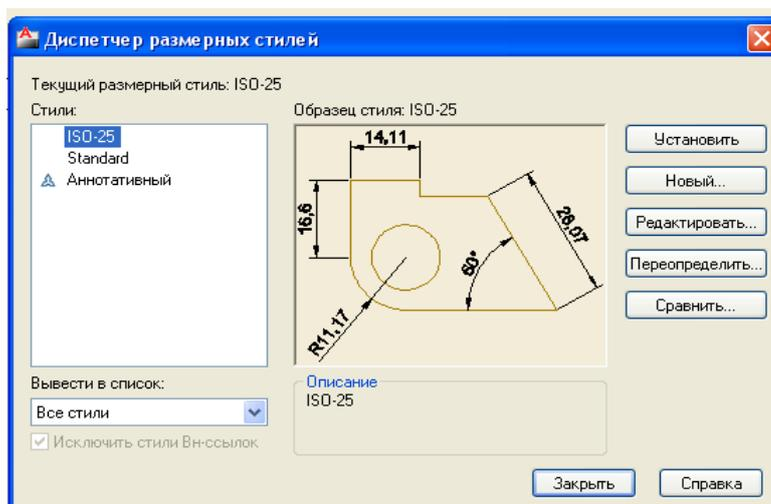

Рис. 49. Диалоговое окно **Диспетчер размерных стилей**.
**Размер** вызвать диалоговое окно **Диспетчер размерных стилей** (рис. 49).